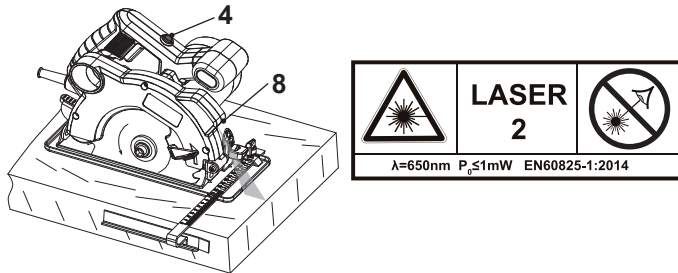

Fig. 8
2. Ligar o laser (8) premindo o botão ligar/desligar para laser (4) (Fig. 8).
3. Desligar o laser (8) premindo novamente o botão de ligar/desligar para laser (4).